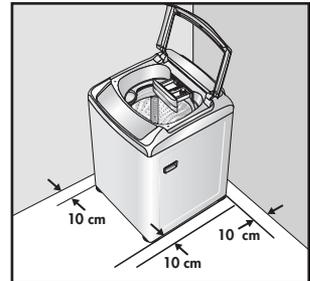

Figura 5
- Debe haber una distancia mínima de separación de 10 cm en ambos lados de la lavadora y de 10 cm como mínimo en la parte posterior, con respecto a las paredes (**Ver figura 5**).